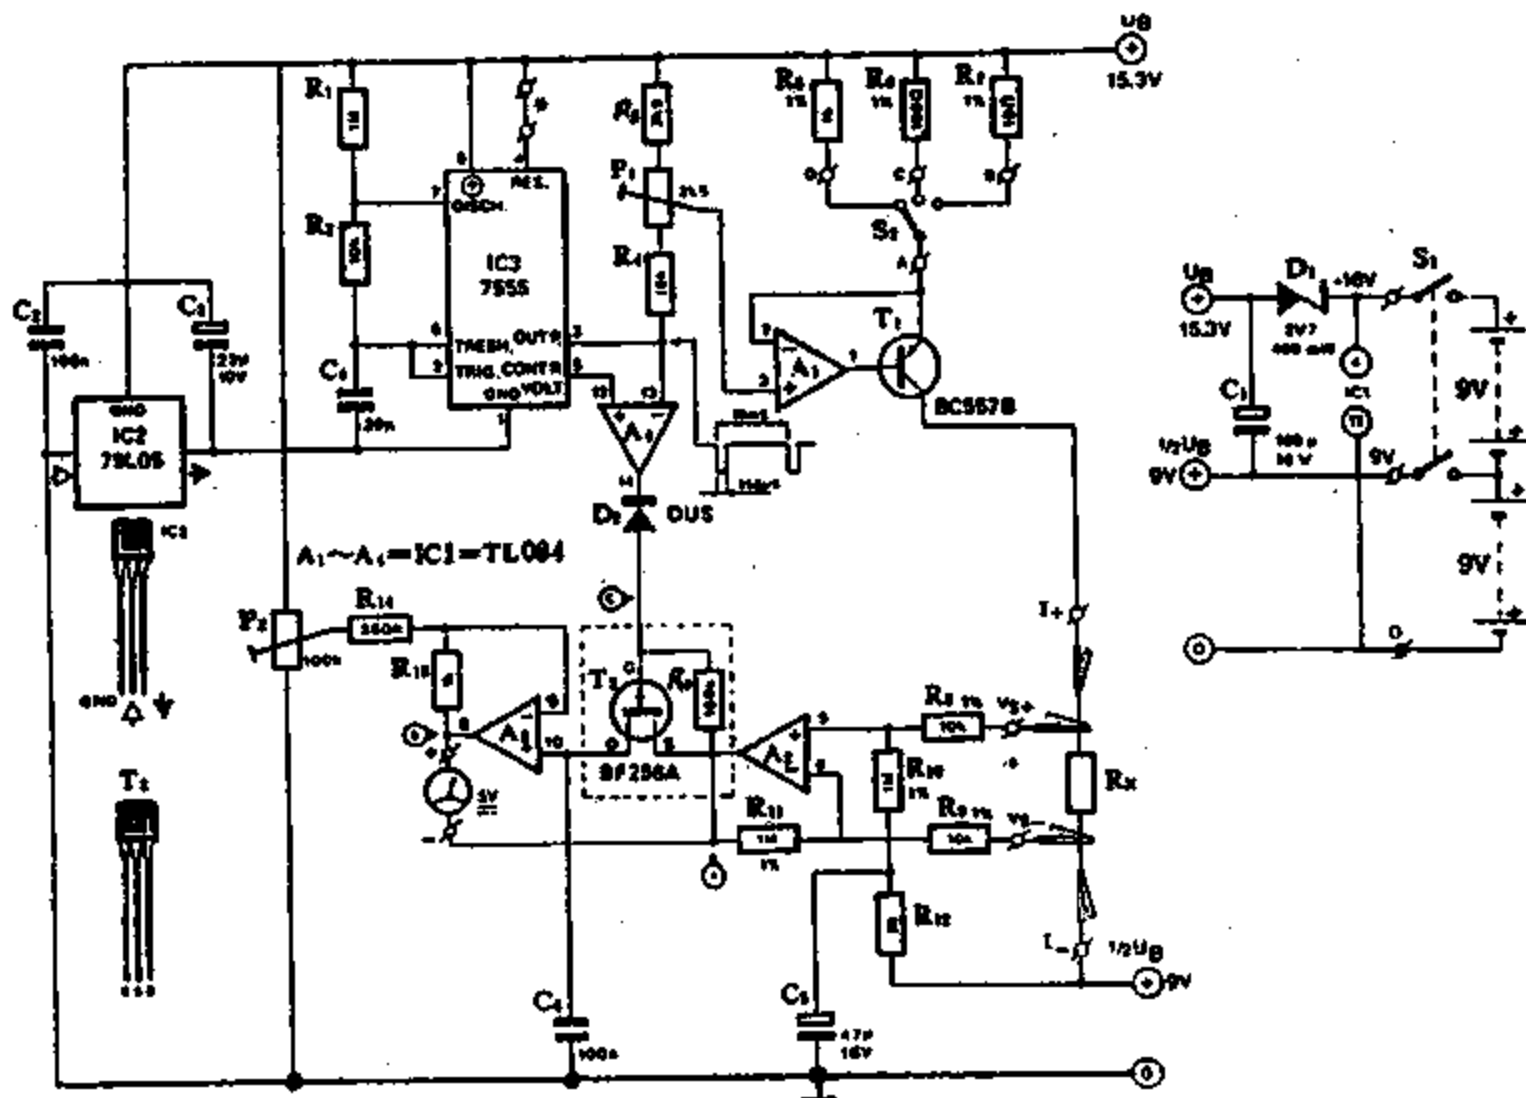

图 1-45
图 1-45 为 De Luxe 原理的电路图。集成电路(IC3)7555 用作振荡器。其电源由稳压器 IC2 供给,同时 IC2 亦向恒流源提供稳定电源电压。恒定电流与输出电压成正比,也即与 IC3 的供电电压成正比。电流源由  $A_1$  和  $T_1$  组成。选择开关  $S_2$  可选择三种不同的测量电流:  $100\text{mA}$  (B),  $10\text{mA}$  (C) 及  $1\text{mA}$  (D)。